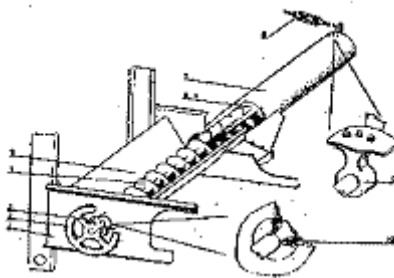

Рис. 10. Шнек фуражных отходов:
4.6. Шнек фуражных отходов. Кожух шнека (рис. 10) состоит из корпуса 5, вваренного в раму 1, и съемной надставки 7. Вал шнека — составной, из двух частей: сплошного вала 6, вставленного в трубчатый вал 4. При соединении частей необходимо совместить паз в трубе со шпонкой, приваренной к валу. Вал шнека с одного конца опирается на подшипник качения 10, с другого — на подшипник скольжения 9. На приводном конце вала закреплены шкив и звездочка. Надставка шнека поддерживается тягой с регулировочной стяжкой 8. Регулировка тяги дает возможность выставить вал шнека относительно кожуха и затем закрепить надставку к корпусу шнека. Привод осуществляется от эксцентрикового вала. Все примеси, выделенные на решетках и из отстойной камеры, поступают в шнек, который отводит их в сторону и образует ворох фуражных отходов. Фуражные отходы по мере накопления должны удаляться из зоны обслуживания.